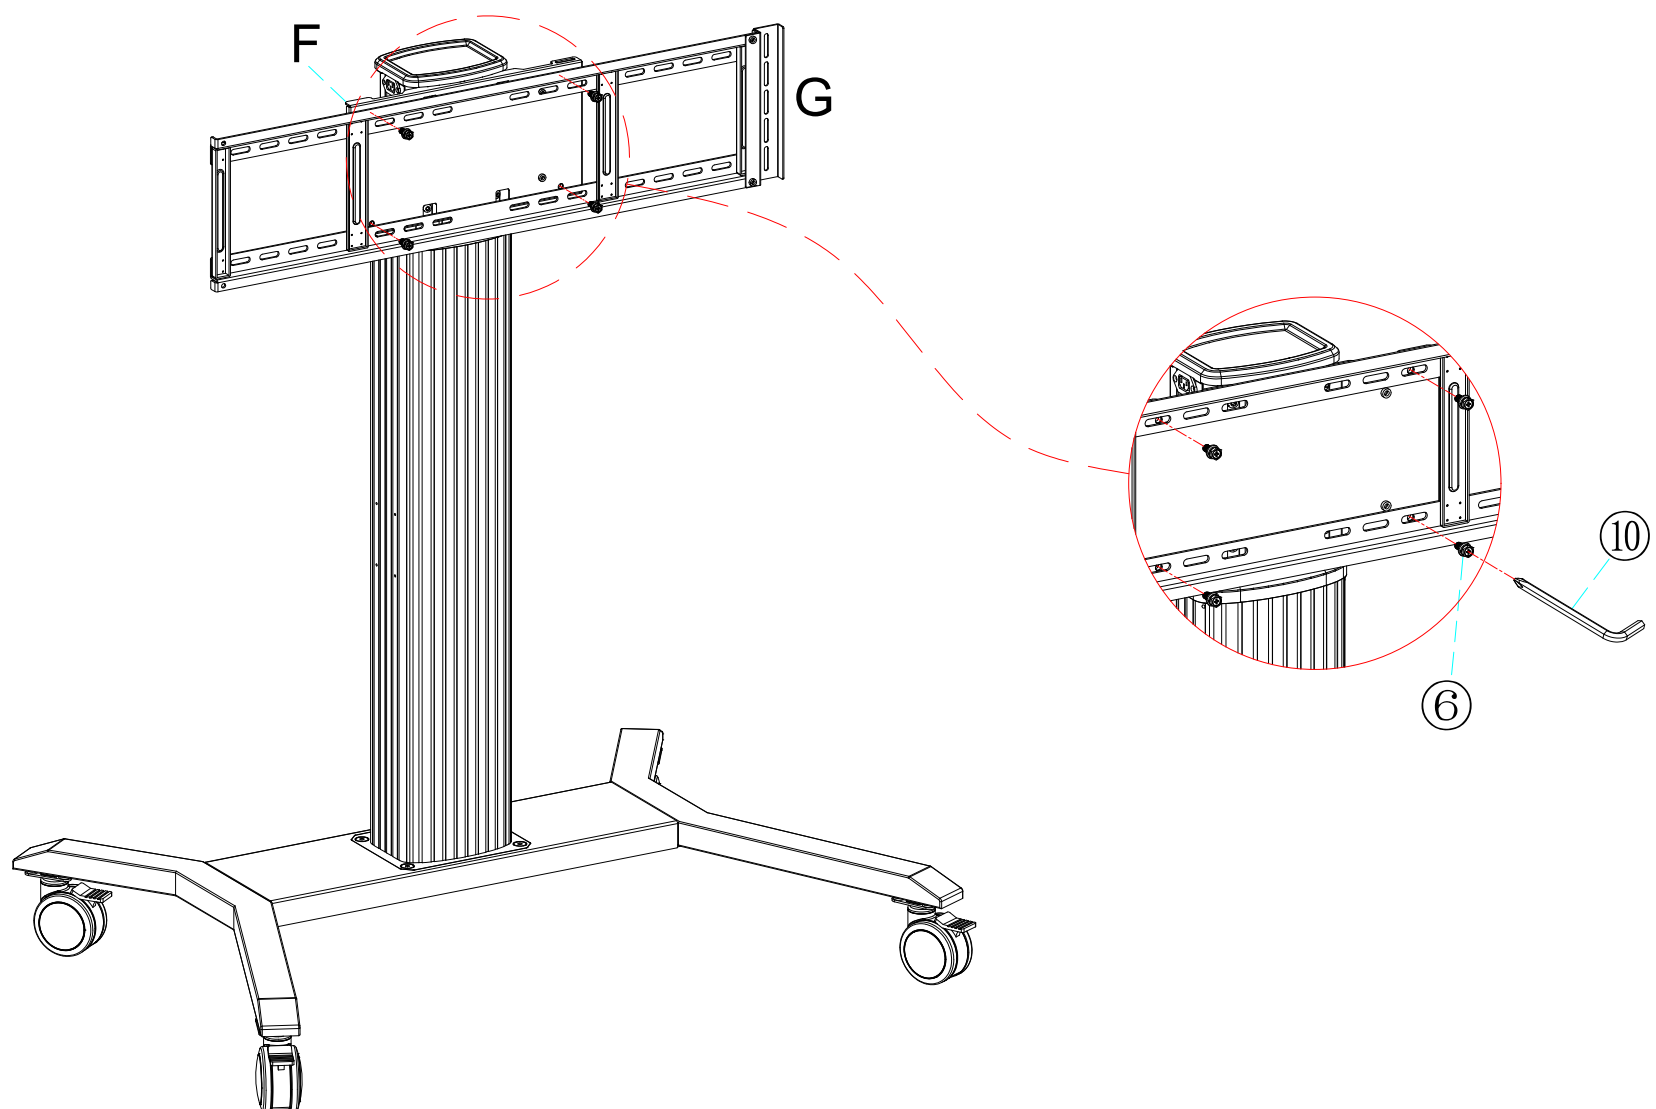

Figure 5
Étape 5 : Assembler la plaque murale (G) et la plaque (F), et les serrer à l'aide de 4 vis. (⑥). (Figure 5)